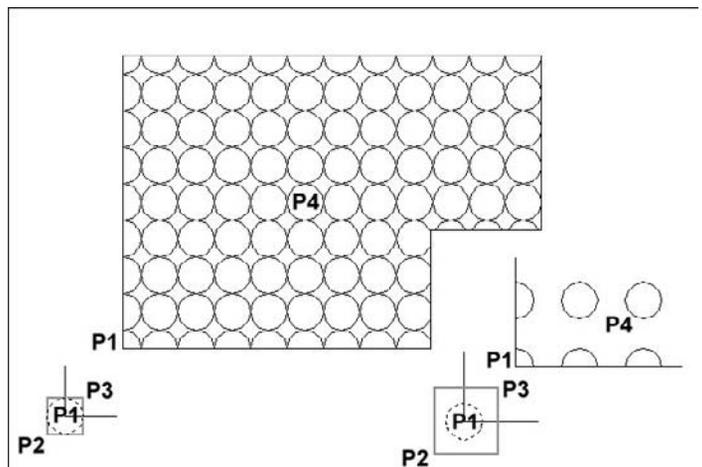

Fig.8.18
- 4] Dans le cas d'un Bloc ou d'une référence externe (fig.8.18) :